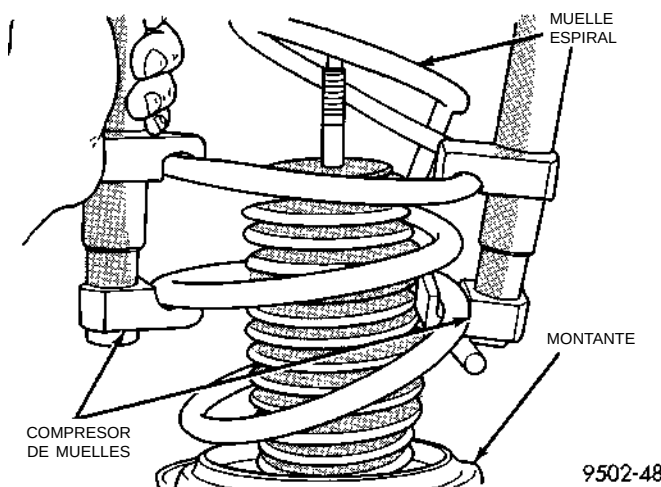

Fig. 31 Muelle espiral y compresor
(8) Retire el montante el muelle espiral y el compresor de muelles como conjunto (Fig. 31).
(4) Baje el muelle espiral a la unidad del montante (Fig. 31). Emplace el extremo del muelle espiral contra el borde del aislador de muelle en el asiento de muelle inferior del conjunto de montante.